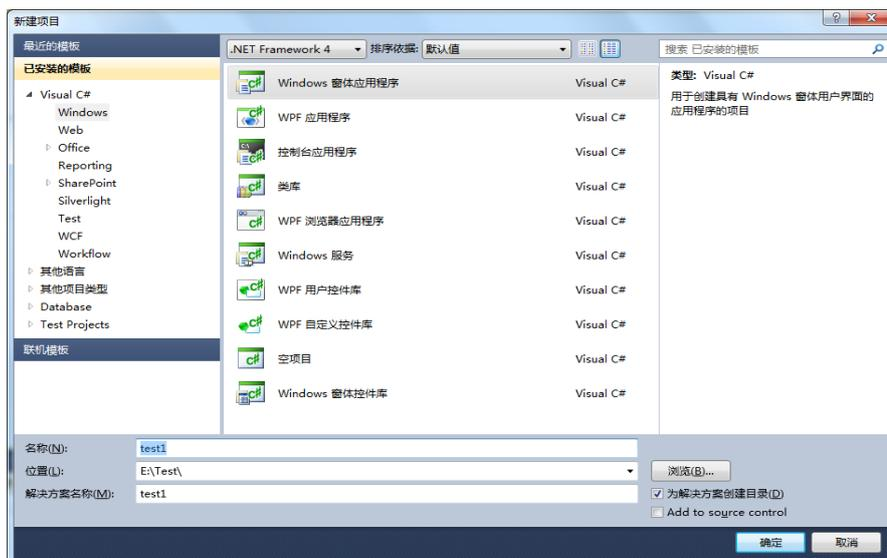
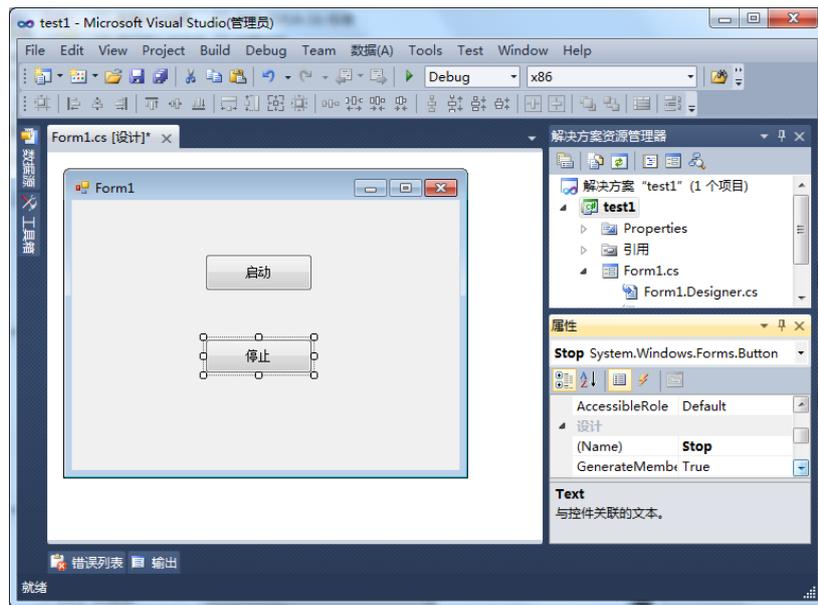

图 5.12 新建 Windows 窗体应用程序
图 5.13 修改对话框
2) 打开 C#，新建一个“Windows 窗体应用程序”，并将名称修改为“test1”，如图 5.12 所示。在对话框上添加按钮“启动”和“停止”，并将其名称分别修改为“Start”和“Stop”，如图 5.13 所示。